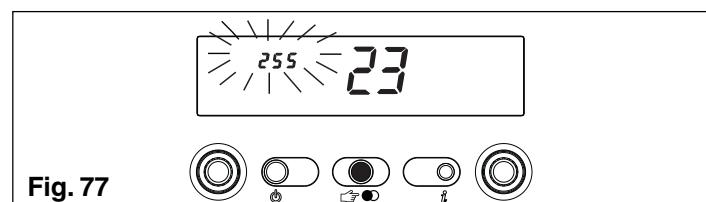

Fig. 77
- **R.A.I.-MIX R.S.I.:** faites tourner le sélecteur de température de l'eau sanitaire jusqu'à ce que la valeur lue sur le display est 255 (fig. 77)